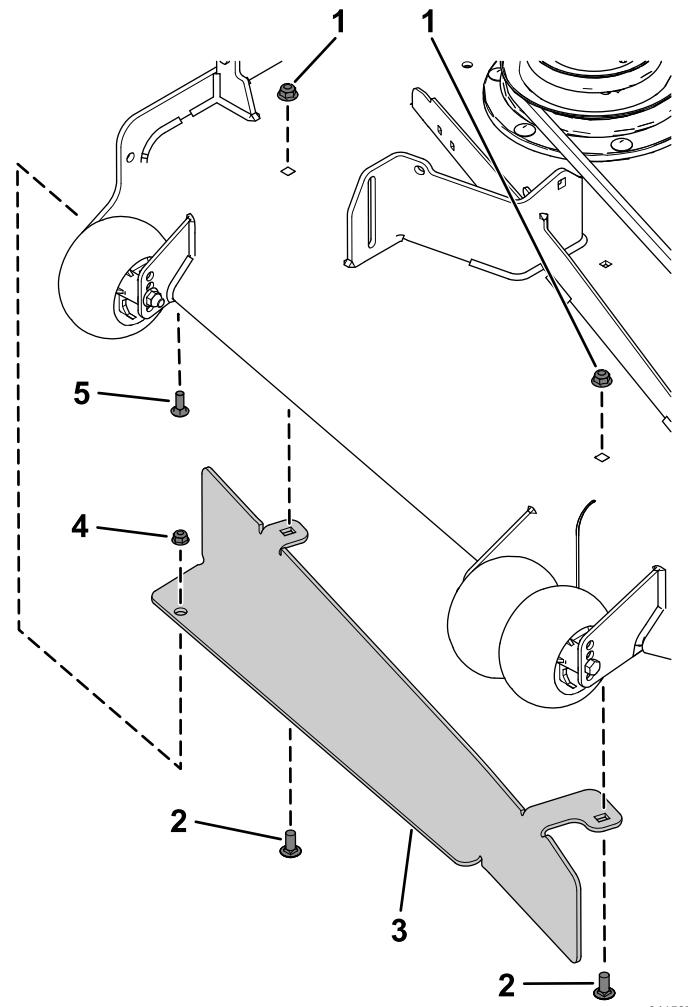

Bild 24
2. Befestigen Sie das Ablenkblech mit der Schlossschraube (5/16" x 7/8"), der Bundmutter (5/16"), zwei Schlossschrauben (3/8" x 7/8") und zwei Bundmuttern (3/8"), wie in Bild 24 abgebildet.